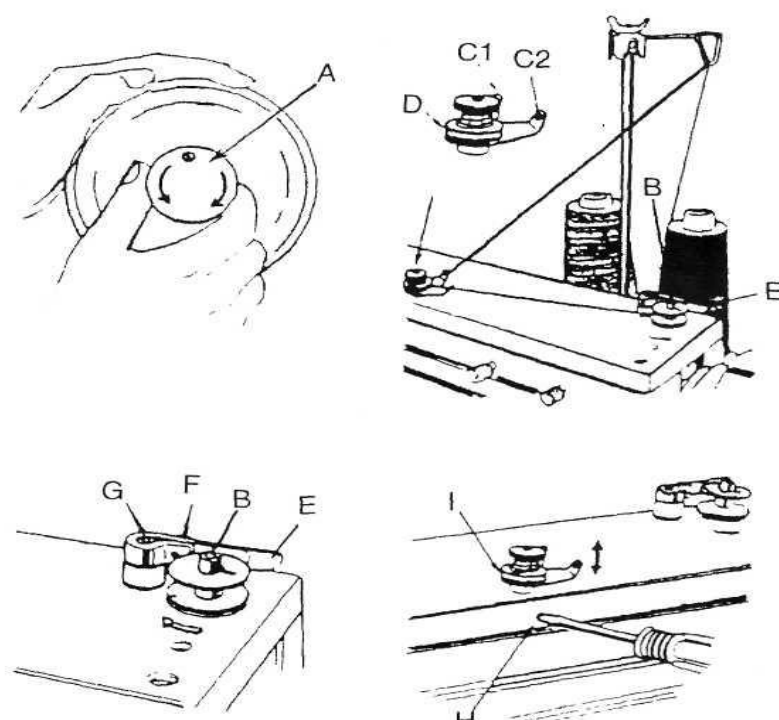

Рисунок 8
4. Заправка нити (см. рисунок 8)